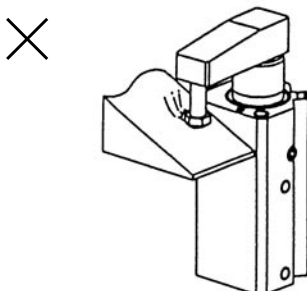

Fig. 6
- 4) Asegúrese de que la superficie de amarre de la pieza de trabajo quede perpendicular al eje del cilindro (Fig. 6).